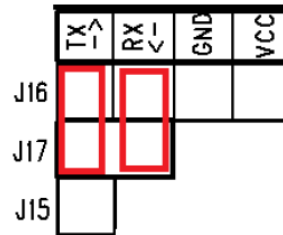

图 1-5 HCI UART 跳线
a. 使用 HCI UART 时，跳线连接方式如下图 1-5，